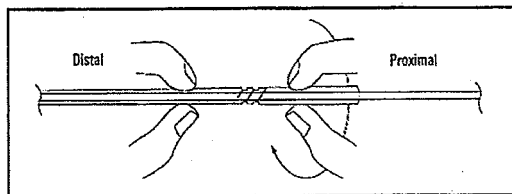

Figura 7. Bloqueo mediante giro en sentido horario
4. Una vez liberada la espiral IDC, avance cuidadosamente hasta una distancia de 2 mm de la punta de la vaina introductora, y luego reenganche el mecanismo Twist-Lock (figura 7).
6. Bloquee la espiral IDC en posición pinzando suavemente la vaina introductora a ambos lados del mecanismo Twist-Lock y girando el lado proximal hacia la derecha (figura 7).